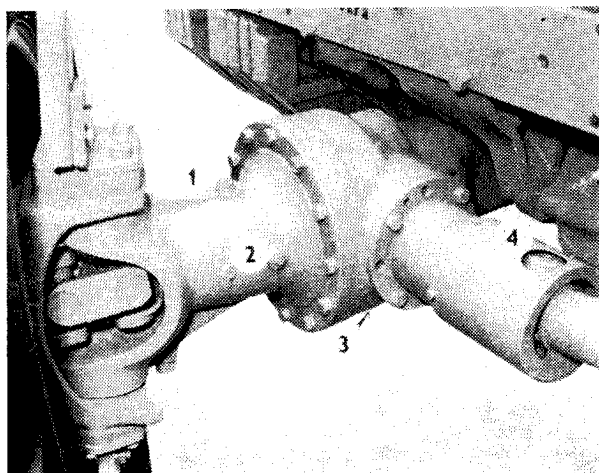

Fig. 13
19. Trou de remplissage de l'huile dans la boîte de l'essieu avant entraîné (fig. 13/1).
20. Vis de contrôle du niveau de l'huile dans la boîte de l'essieu avant entraîné (fig. 13/2).
21. Vis de vidange de l'huile hors de la boîte de l'essieu avant entraîné (fig. 13/3).